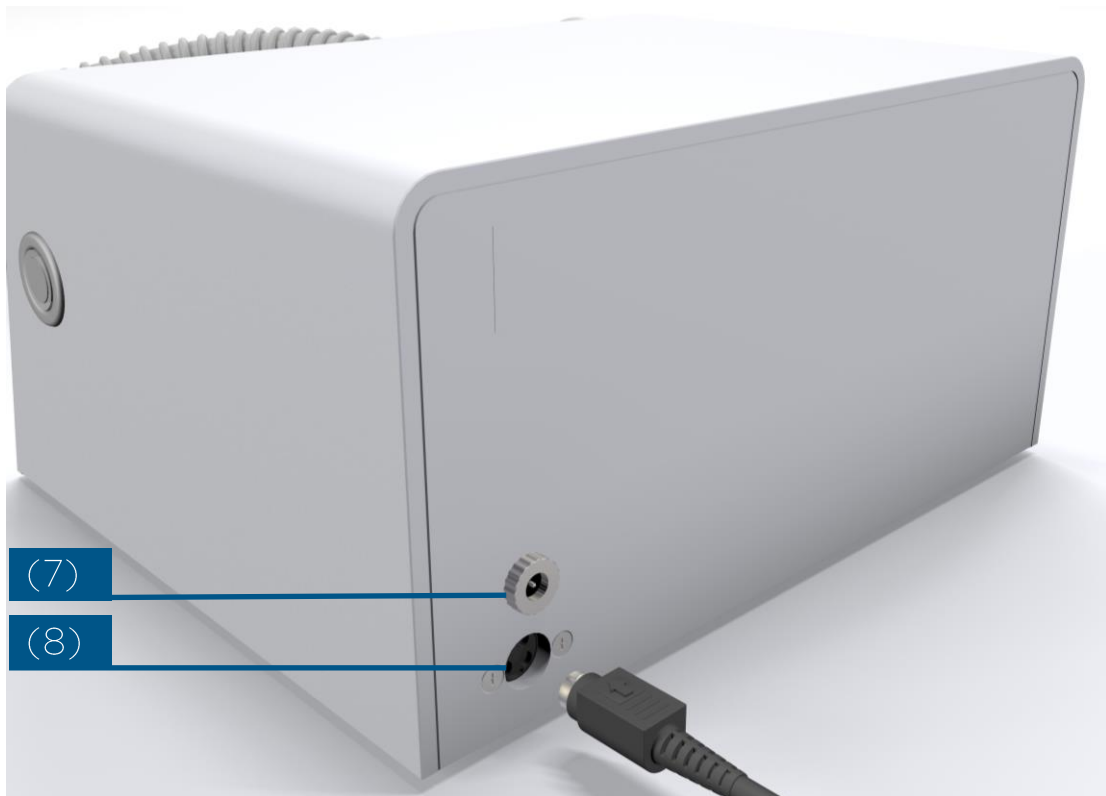

Abb. 2: Anschlüsse auf der Rückseite des Geräts
2. Verbinden Sie den optionalen Fußtaster mit dem Anschluss auf der Rückseite des Geräts (Abb. 2).
2. Stecken Sie den kleinen Netzstecker in den Anschluss Stromversorgung auf der Rückseite des Geräts (Abb. 2)